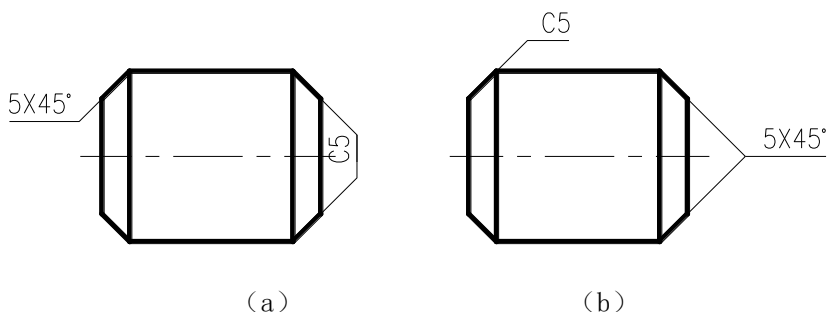

图 7-9
仅标注一条倒角线，如图 7-9（a）左端的倒角标注。
要标注的倒角如图 7-9 (a) 右端标注和图 7-9 (b) 右端的标注。
1. 标注一条倒角线是常规的倒角标注形式，如图 7-9 (a) 左端的倒角
标注。标注两条倒角线是特殊形式，要求被标注的两条线的角平分线最好平行于 X 轴或 Y 轴。根据标注位置的不同，有两种标注方向，如图 7-9 (a) 右端的标注和图 7-9 (b) 右端的标注。